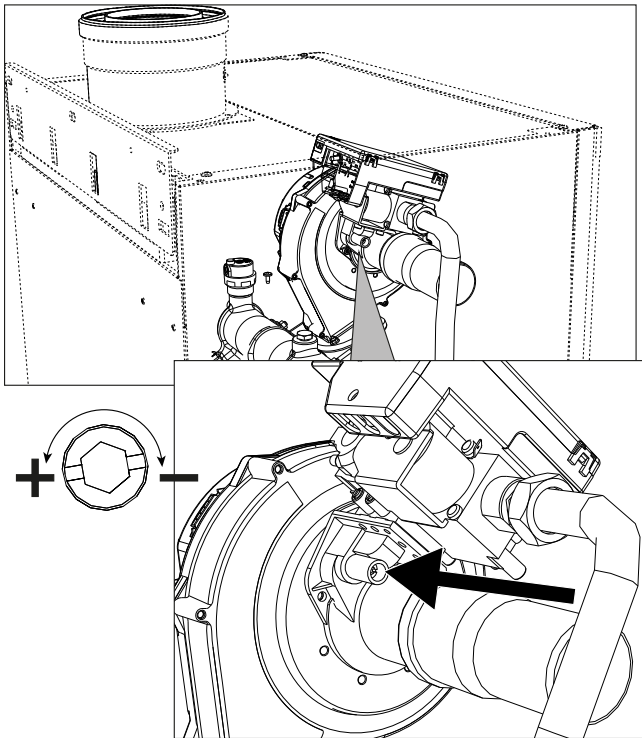
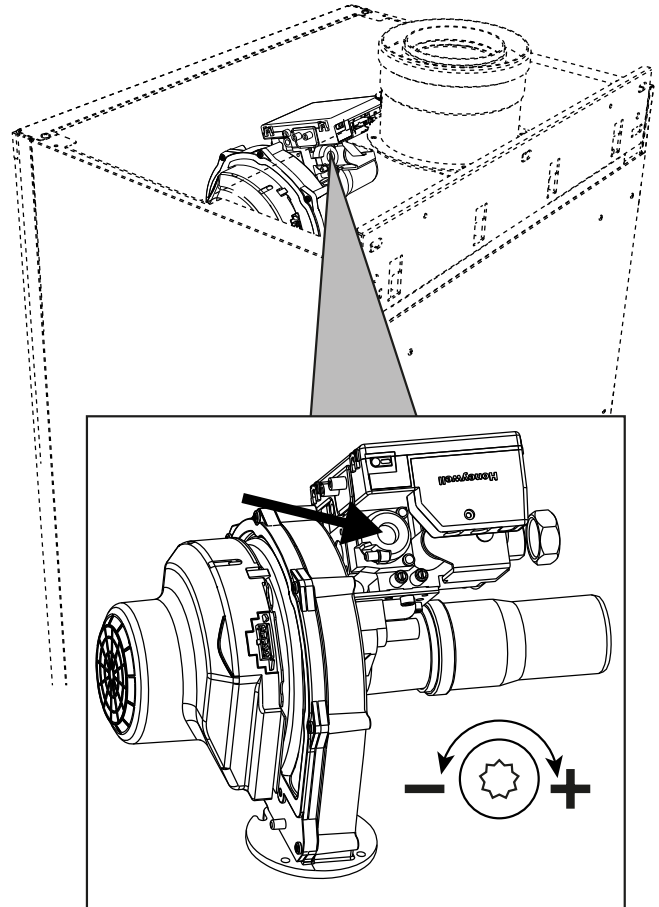
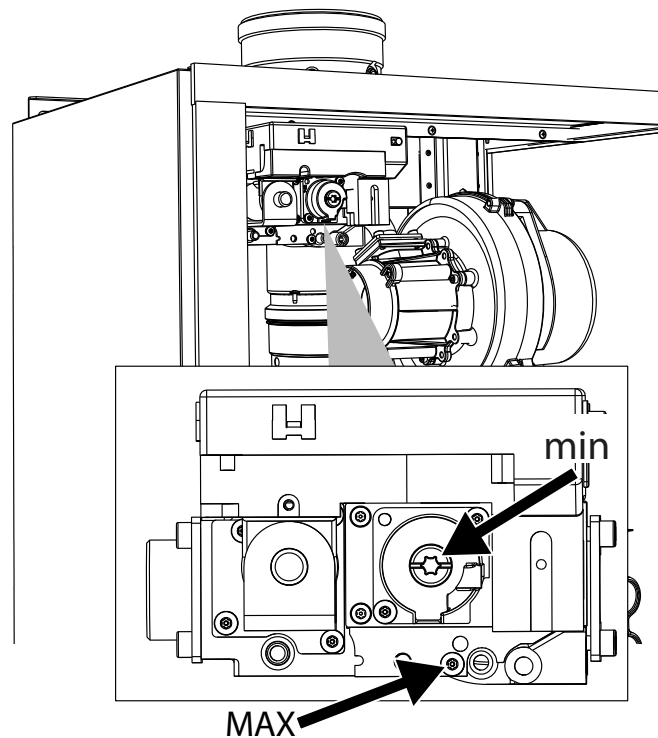

fig. 73- Réglage maximum modèles W 60 et W 80
fig. 74- Réglage minimum modèles W 60 et W 80
fig. 75- Réglage maxi et mini modèles W 99, W 120 et W 150
- En présence de valeurs différentes des valeurs attendues, régler le CO₂ à l'aide de la vis de réglage du maximum en réglant les valeurs de CO₂ indiquées. Voir **fig. 73** pour les modèles **W 60** et **W 80** ou **fig. 75** pour les modèles **W 99**, **W 120** et **W 150**.
- Si les valeurs de CO₂ sont différentes de celles indiquées, ajuster doucement la vis « OFFSET » minimum, en vérifiant que le CO₂ est correct. Voir **fig. 74** pour les modèles **W 60** et **W 80** ou **fig. 75** pour les modèles **W 99**, **W 120** et **W 150**.